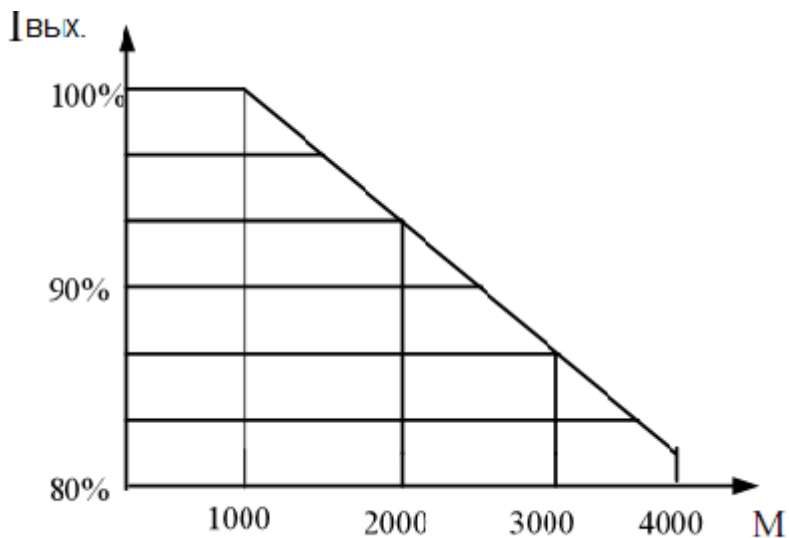

Рис. 5.1. Кривая снижения характеристик преобразователя
- Разреженность воздуха на высоте выше 1000 м над уровнем моря препятствует эффективному рассеянию тепла. Перед началом эксплуатации необходимо снизить номинальные значения. В общем случае, при повышении высоты на 1000 м номинальное напряжение преобразователя должно быть снижено на 10%. Кривая снижения характеристик преобразователя приведена на рис. 5.1.